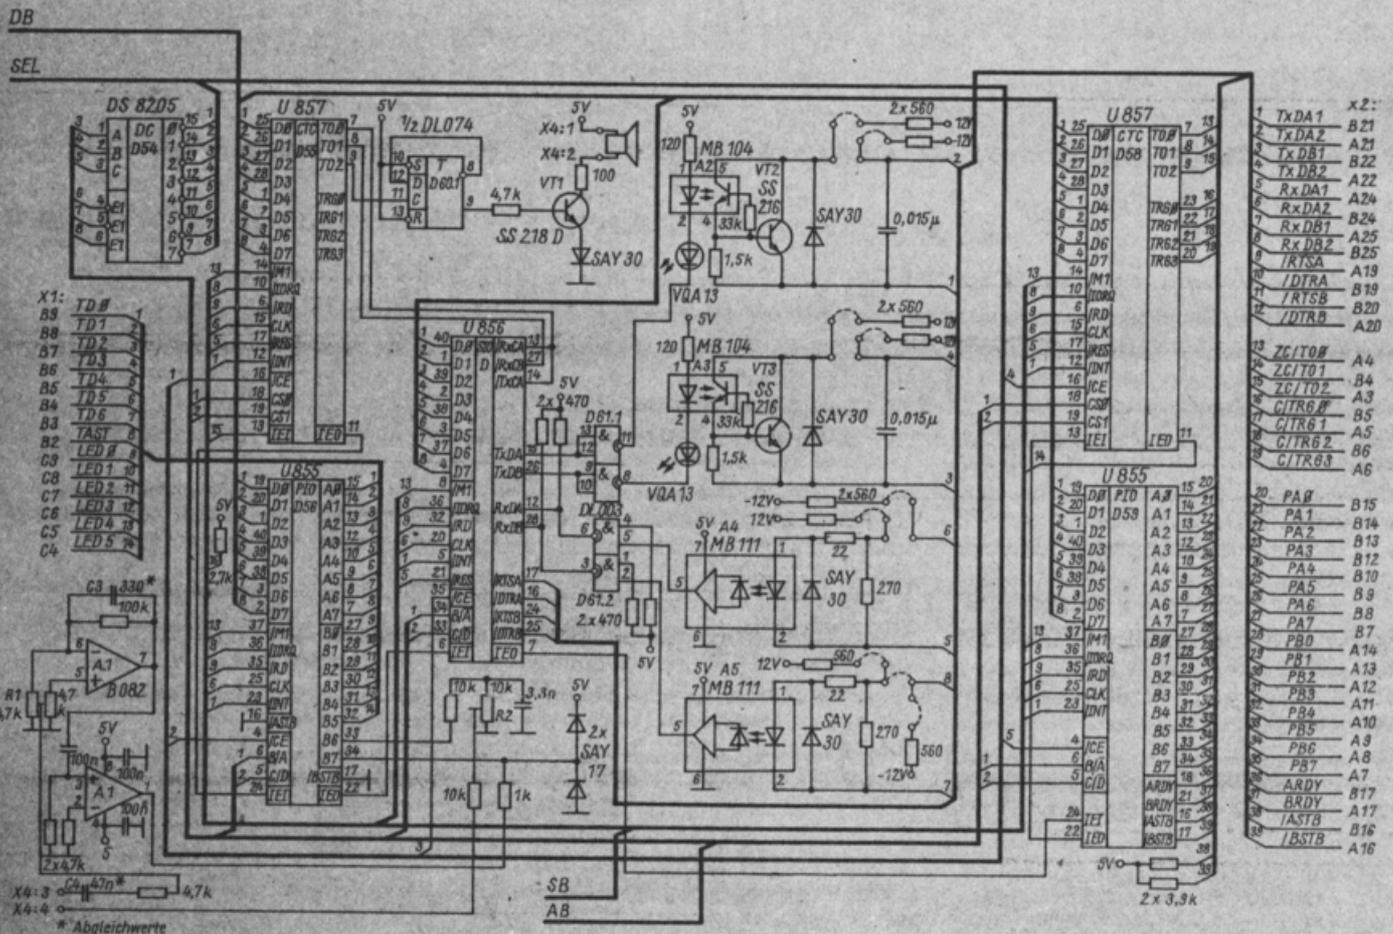

Bild 3: Stromlaufplan der zentralen Platine - Input/Output-Seite
2.2. Input/Output-Seite (Bild 3)